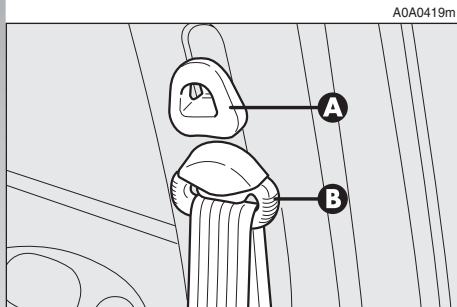

fig. 43
Para regularlos es necesario subir o bajar la empuñadura (A-fig. 43) del mecanismo de bloqueo, desplazando contemporáneamente la argolla oscilante (B) a la posición más apropiada.
*Después de su regulación, compruebe siempre que el cursor al que está fijada la argolla (B-fig. 43) esté bloqueado en una de las posiciones predispuestas. Por lo tanto, después de soltar la empuñadura (A-fig. 43) empújelo hacia abajo para permitir que el dispositivo de fijación se bloquee en caso de que no estuviese bien fijado en una de las posiciones establecidas.*